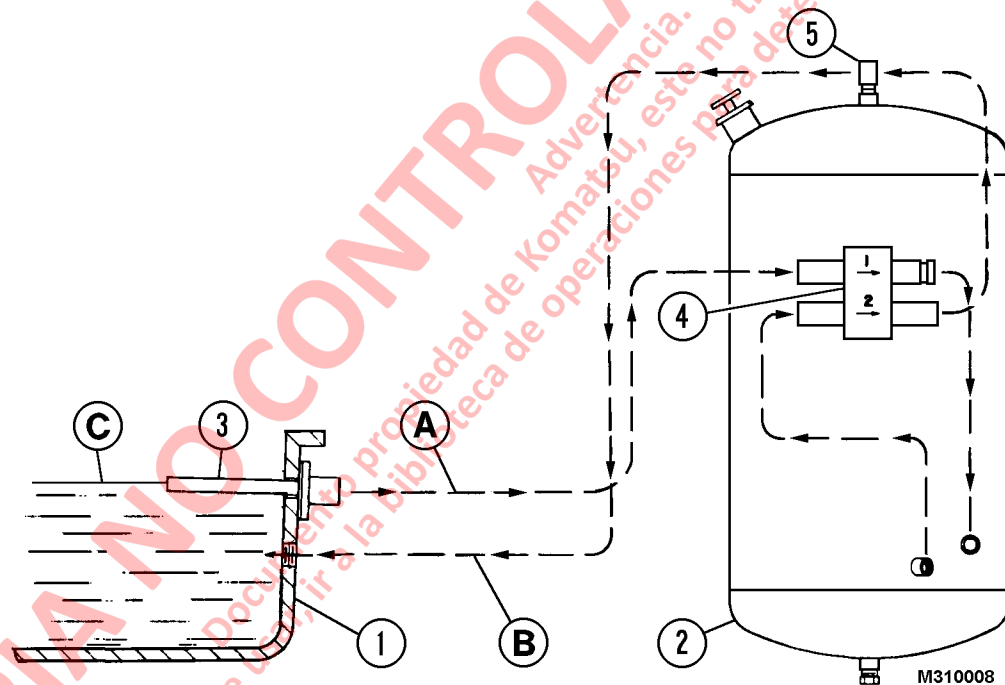

FIGURA 31-2. DIAGRAMA DEL SISTEMA DE RESERVA
El aceite del motor circula entre el cárter de aceite del motor (1, Figura 31-2) y el tanque de reserva (2) mediante dos bombas accionadas de forma eléctrica (bomba 1 y bomba 2) dentro de una sola unidad de bombeo (4). La unidad de bombeo está montada al lado del tanque de reserva. La unidad de la bomba está equipada con una luz de monitor LED en un lado.